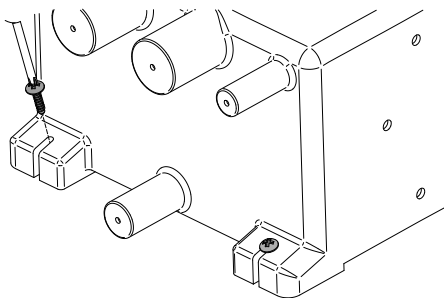
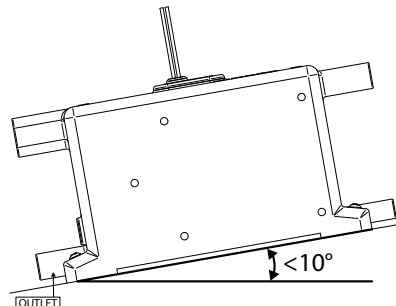

Abbildung 4 Sicherung des Tanks
Abbildung 5 Maximal möglicher Installationswinkel
Schritt 2: Der Tank muss mithilfe 4 geeigneter Schrauben durch die FüÙe des Tanks gesichert sein, wie in Abbildung 4 dargestellt. **HINWEIS:** Der Winkel des Tanks darf nicht 10° überschreiten (Abbildung 5). **HINWEIS:** Nicht direkt mit dem Rumpf verschrauben - MUSS auf einem Schott oder einer zusätzlichen Platine montiert werden.